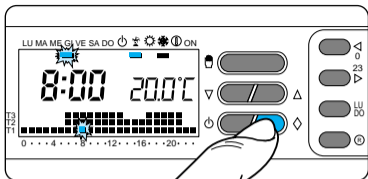

Fig. 49
9.8 - Pulse el botón \diamond (fig. 49).